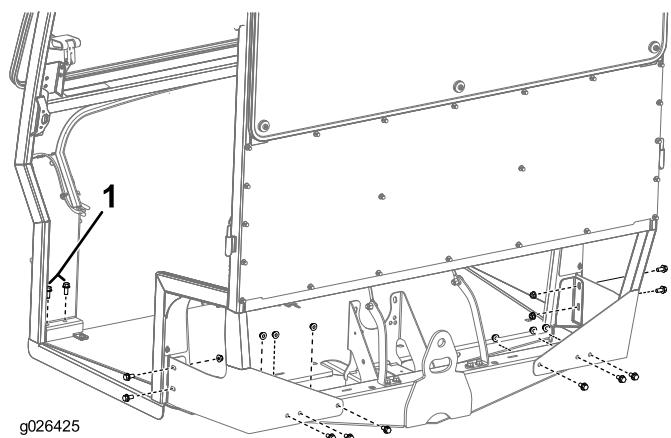

Figure 6
2. Fixez le cadre à la machine au moyen de 10 boulons (3/8" x 3/4"), 10 écrous (3/8") et 4 boulons (3/8" x 7/8"), comme montré à la Figure 6.